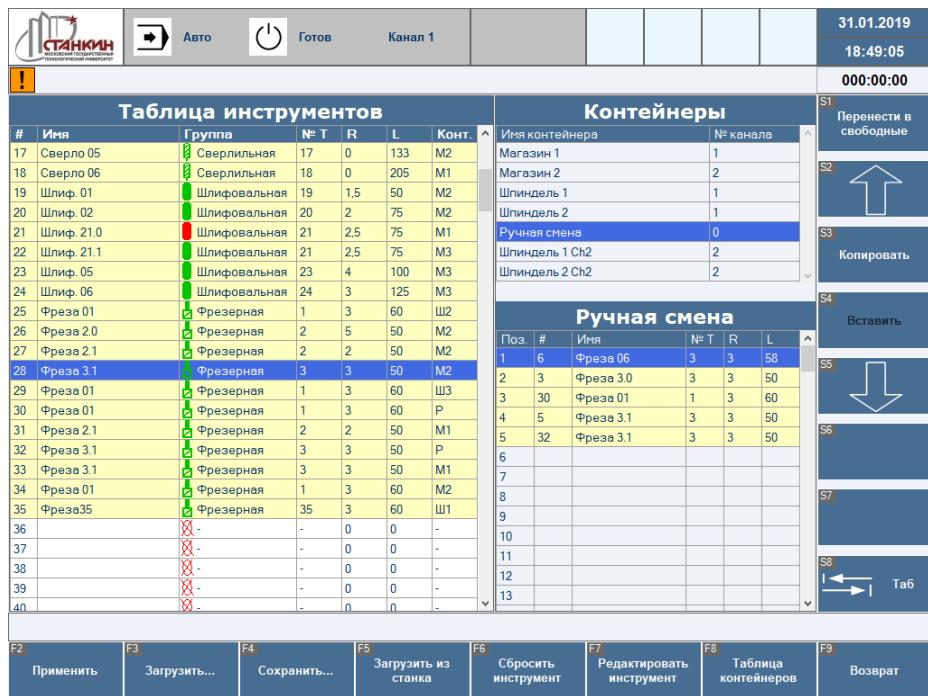

Рисунок 14 – Экран управления инструментами (активно окно «Таблица инструментов»)
1. Если активно окно «Таблица инструментов» (Рисунок 14):